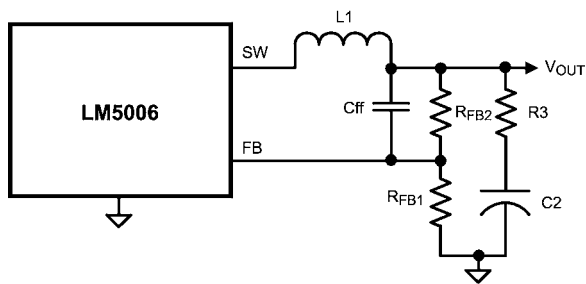

FIGURE 7. Reduced Ripple Configuration
a) リップルを低減した構成: Figure 7 では、R_{FB2} の両端に C_{ff} を追加して、V_{OUT} のリップルを直接 FB ピンに AC 結合させています。これとで V_{OUT} のリップルが帰還抵抗によって減衰されなくなるため、R₃ を小さくでき、V_{OUT} のリップルを最小値の 25mV p-p まで減らせます。C_{ff} の最小値は、次式により求められます。